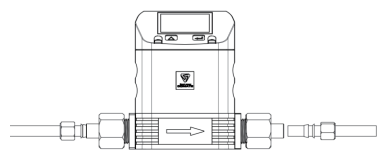

图2.4.3
- S4、如图2.4.3，当现场介质管段为标准光滑的卡套连接管材，也可以在流量计两端配上相对应的卡套接头，通过卡套锁紧来进行连接。